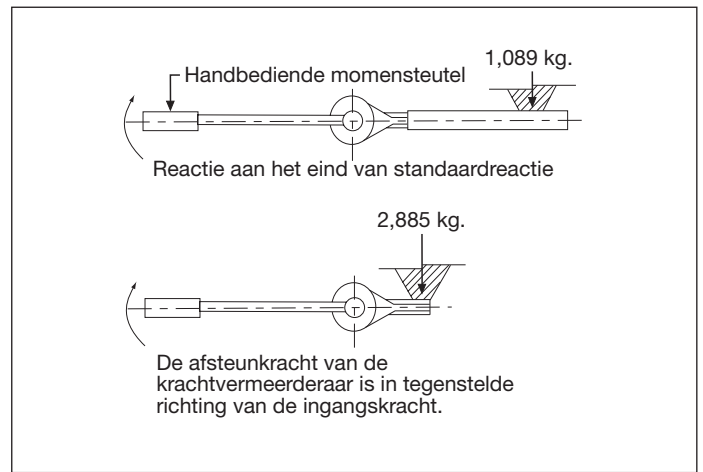

Fig. 5 – Afsteunkracht wordt groter naarmate de afstand tussen vierkantaandrijving en afsteunpunt korter wordt
5. Vastdraaien met een momentsleutel: bepaal het vereiste d ingangsmoment (raadpleeg het gegevensplaatje op de krachtvermeerderaar) of raadpleeg de Specificatietabellen in sectie 4.0. De nauwkeurigheid van het uitgaande moment vereist een nauwkeurige handbediende momentsleutel voor gebruik met handbediende krachtvermeerderaars. Gebruik de momentsleutel op de krachtvermeerderaar totdat de het gewenste ingangsmoment bereikt wordt (fig. 5).